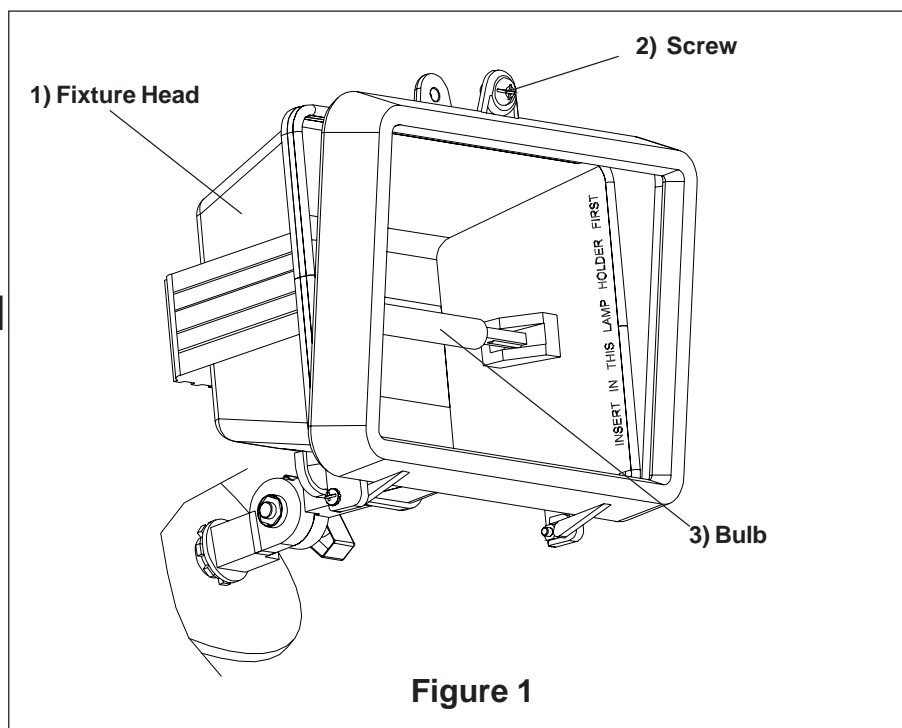

Figure 1
2. **Loosen Screw (2)** on top of fixture head (1) and open lamp compartment door. **See Fig. 1.**
3. **To install bulb: Insert 150watt, 120V Type T-3 quartz halogen bulb (3)** into right side of spring loaded socket and push towards socket until it depresses. Position other end of bulb in opposite socket. Make sure each end of bulb is securely seated against socket contact.
2. **Afloje el Tornillo (2)** encima de cabeza del luminario (1) y abra la puerta del compartimento de la lámpara. **Vea Fig. 1.**
3. **Para instalar la lámpara**, inserte una lámpara de cuarzo halógena T-3 (3) al lado derecho del enchufe cargado de tensión y empuje hacia el enchufe hasta que quede deprimida. Coloque el otro extremo de la lámpara en el enchufe opuesto. Cerciórese de que cada extremo de la lámpara esté seguramente asentada en los contactos del enchufe.